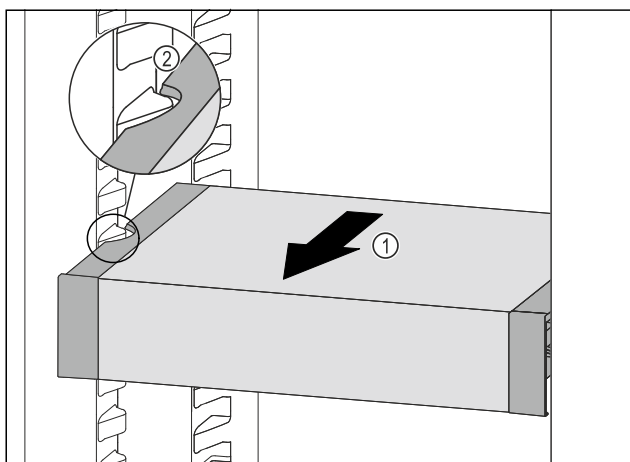

Fig. 156
- 向前拉动 VarioSafe Fig. 156 (1)，直至 VarioSafe 的侧部凹槽与冷藏区中的容器肋梁持平。Fig. 156 (2)